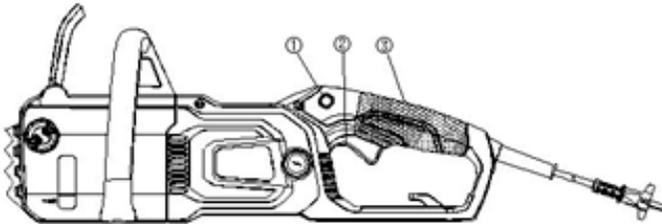

Рис. 13
2. Нажмите предохранитель от случайного нажатия на выключатель (рис.13 поз.1).
3. Нажмите и удерживайте выключатель (рис.13 поз.2).
4. Отпустите предохранитель от случайного нажатия на выключатель (рис.13 поз.1), после запуска пилы нет необходимости его удерживать. Предохранитель от случайного нажатия на выключатель (рис.13 поз.1) необходим, только при включении, для исключения непреднамеренного запуска пилы.
5. Место удерживания за основную рукоятку показано на предохранитель от случайного нажатия на выключатель (рис.13 поз.3).
1. Отпустите выключатель (рис.13 поз.2)